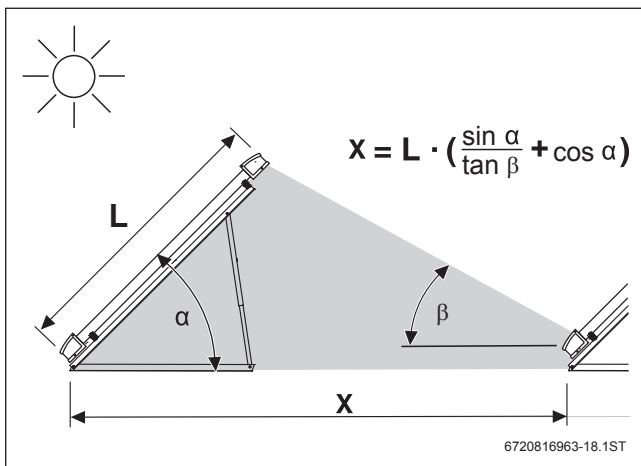

Bild 235 Vermeidung von Verschattung, Flachdachmontage
- Abstand X aus Tabelle 125 entnehmen oder mit der Formel aus Bild 235 ermitteln.
- Damit keine Verschattungen auftreten, bei mehrreihigen Feldern den Abstand X einhalten (→ Bild 235).